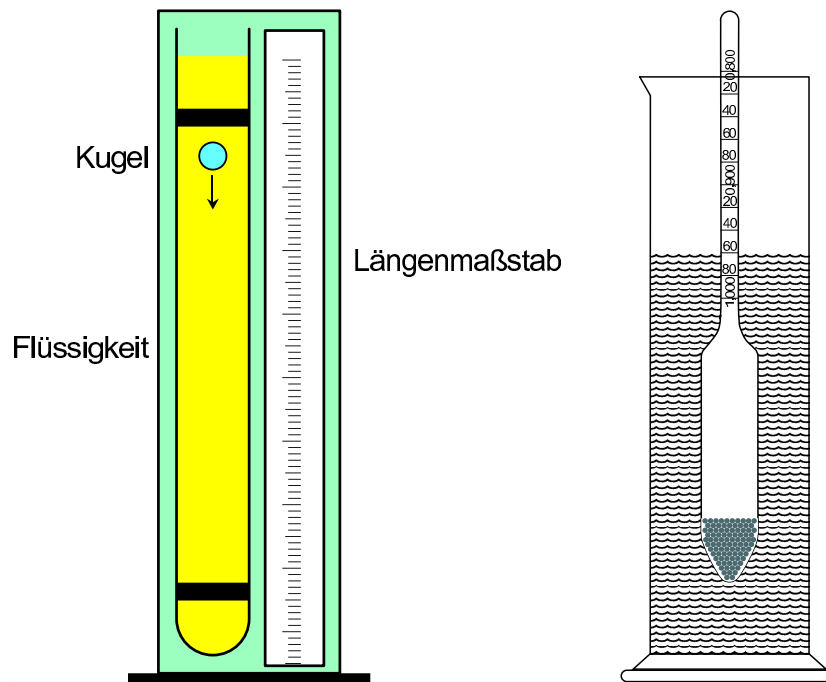

Abbildung 5: Kugelfallviskosimeter (links) und Aräometer. (rechts).
Der links in Abbildung 5 gezeigte Messaufbau wird im Versuch FLU des Präsenzpraktikums P1 verwendet und heisst *Kugelfallviskosimeter*. In einer Flüssigkeit sinken Kugeln mit konstanter Geschwindigkeit, wenn sich Schwer-, Auftriebs- und Reibungskraft gerade kompensieren. Nachdem sich die konstante Sinkgeschwindigkeit eingestellt hat, lässt sie sich durch eine Weg/Zeit-Messung bestimmen. Aus dem Kugelradius und den Dichten von Kugel und Flüssigkeit kann die Viskosität mittels (7) berechnet werden. Dabei kann der Kugeldurchmesser direkt mit dem *Messschieber* bestimmt werden.
Die Flüssigkeitsdichte wird mit einem sogenannten *Aräometer* gemessen (siehe Abbildung 5, rechts). Ein Senkkörper (S), dessen Dichte kleiner ist als die der Flüssigkeit (Fl), schwimmt darin. Er taucht so weit ein, bis das Gewicht der verdrängten Flüssigkeit mit dem des Körpers übereinstimmt (Archimedisches Prinzip):